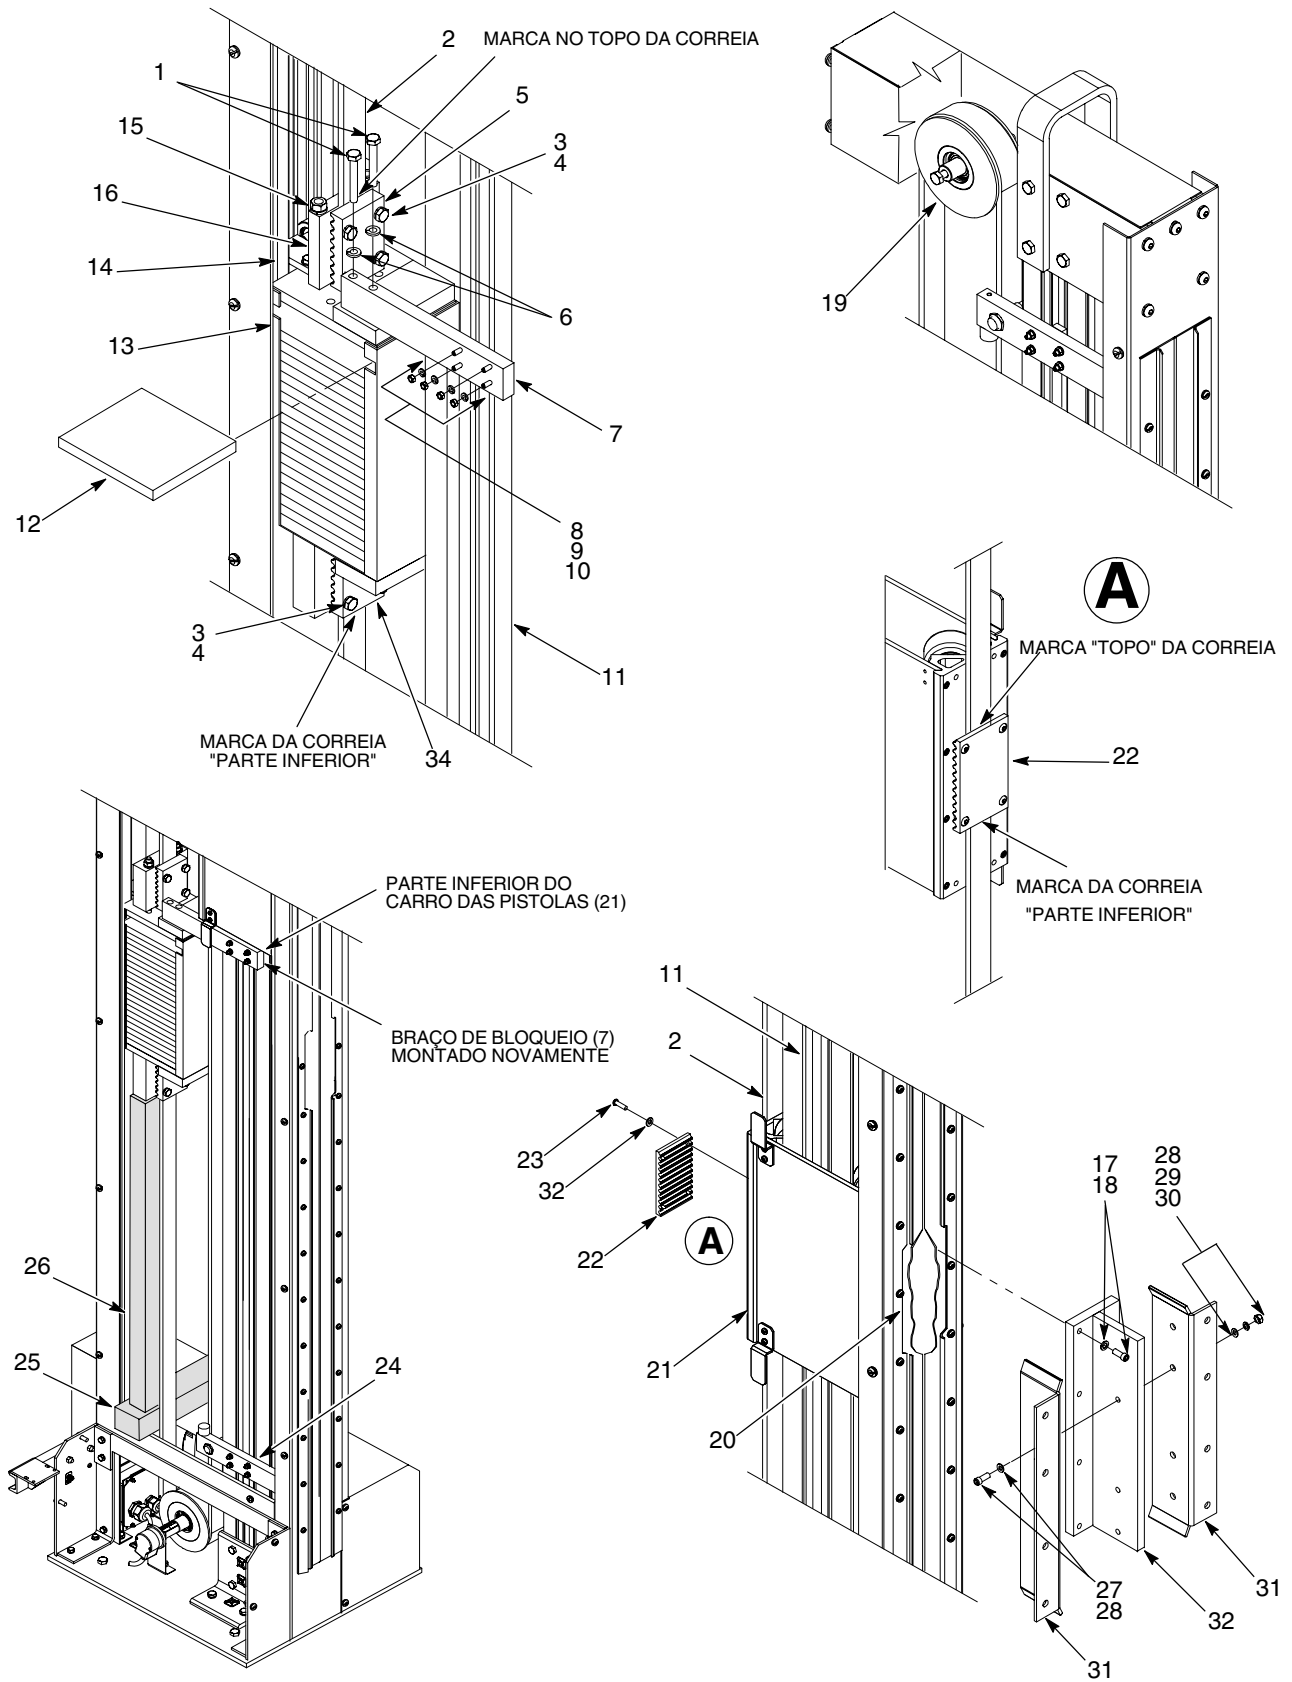

Figura 14 Montagem do suporte do carro das pistolas
4. Retire as pistolas e a barra de suporte das pistolas da placa de suporte das pistolas (18).
5. Anote o número de contrapesos (8) e remova-os do cesto dos contrapesos (7).
6. Consulte a figura 14. Depois de ter retirado todas as pistolas, barras de suporte das pistolas e todos os contrapesos, execute o seguinte:
- a. Desaperte as porcas (9) do braço de bloqueio (7) até os parafusos de T (8) poderem ser rodados de 90 graus e puxados para fora da ranhuras da calha do carro (11). Retire os parafusos (1) e as anilhas de segurança (6) que fixam o braço de bloqueio (7) ao topo do cesto dos contrapesos (13). Retire o braço de bloqueio (7).
- b. Desloque manualmente o carro das pistolas (21) para o entalhe (20) do dispositivo de fixação da mesa.
7. Retire os parafusos transversais (27), anilhas de segurança (29) e porcas (30) que fixam as placas de suporte das pistolas (31) ao bloco de suporte (32).
8. Retire os parafusos (17) e as anilhas de segurança (18) que fixam o bloco de suporte (32) à parte dianteira do carro das pistolas (21).